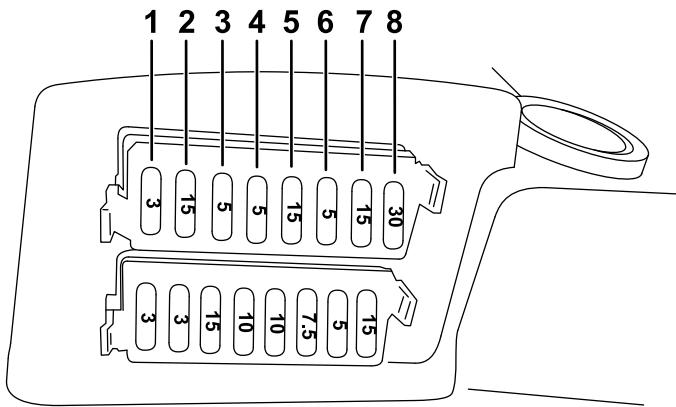

Рисунок 79
**Защитные предохранители – Рисунок 79
**Защитные предохранители – Рисунок 79**